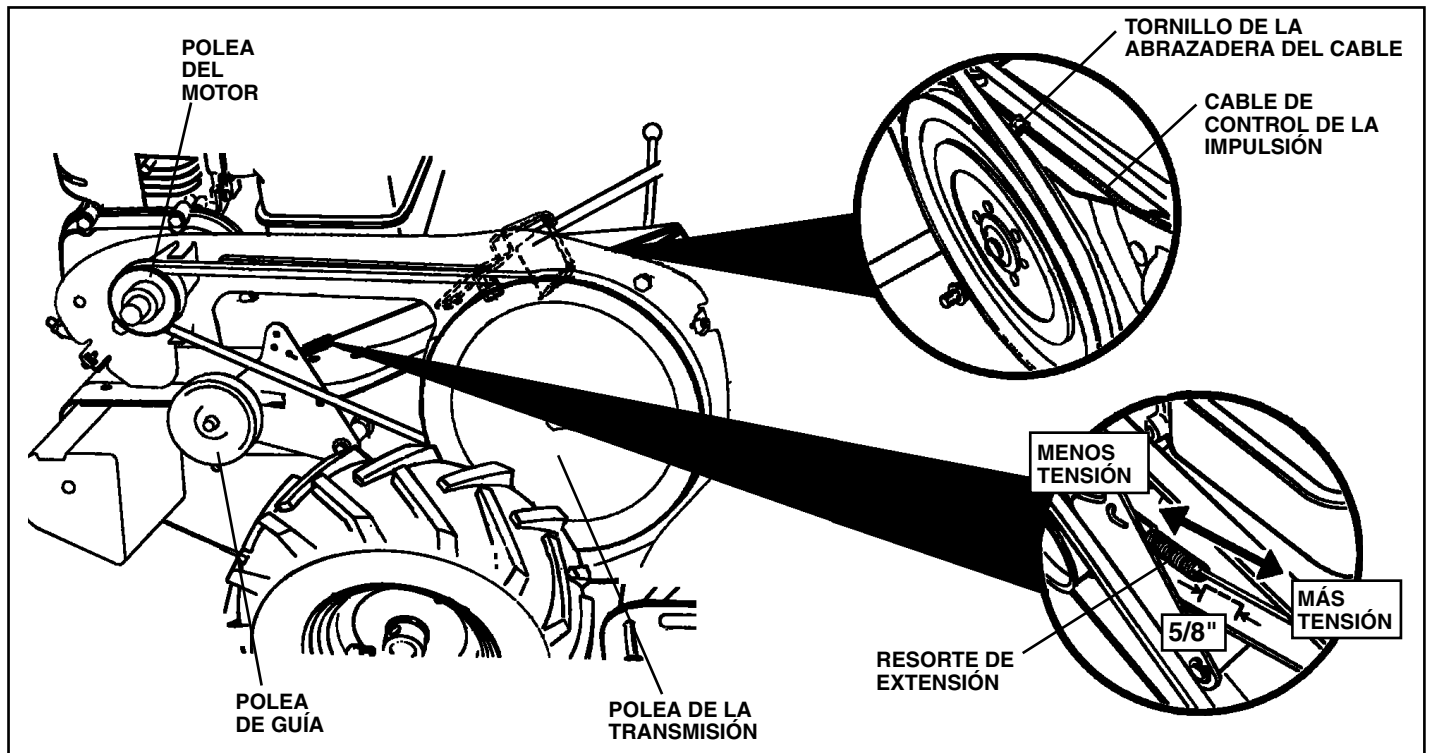

FIG. 28
- Los brazos nuevos tienen que montarse según se muestra en la Fig. 28. Los bordes de los brazos afilados rotarán hacia atrás desde arriba.
AJUSTE DE LA CORREA DE IMPULSIÓN DE RECORRIDO (Vea la Fig. 28)